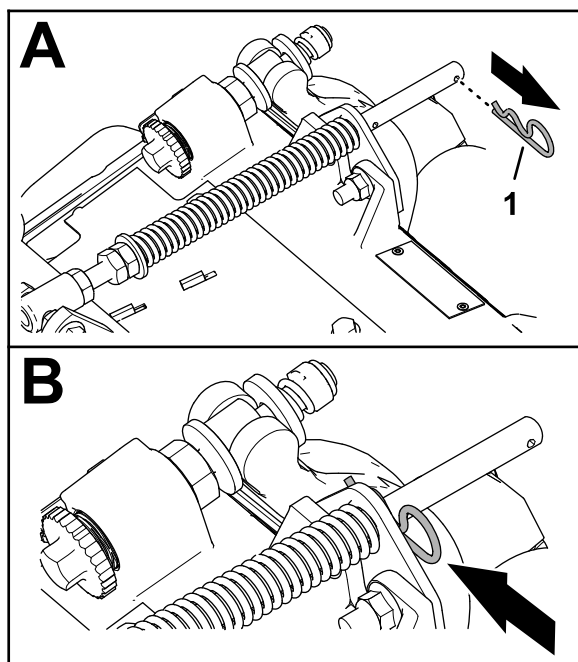

Рисунок 17
1. Если в заднем отверстии штока пружины компенсации установлен игольчатый шплинт, извлеките его и вставьте в отверстие рядом с кронштейном (Рисунок 17).
- Если в заднем отверстии штока пружины компенсации установлен игольчатый шплинт, извлеките его и вставьте в отверстие рядом с кронштейном (Рисунок 17).